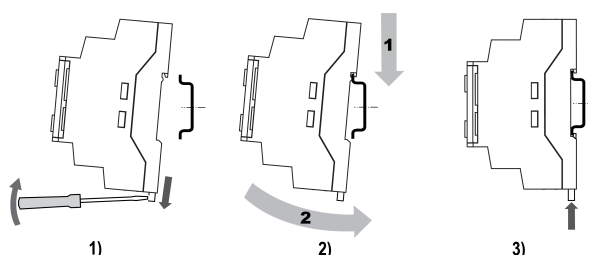

Рисунок 5.1 – Монтаж и демонтаж прибора
2. Вставив отвертку в проушину, оттянуть защелку (см. рисунок 5.1, 1). Прибор установить на DIN-рейку.
3. Прибор прижать к DIN-рейке (см. рисунок 5.1, 2, стрелки 1 и 2). Отверткой вернуть защелку в исходное положение.